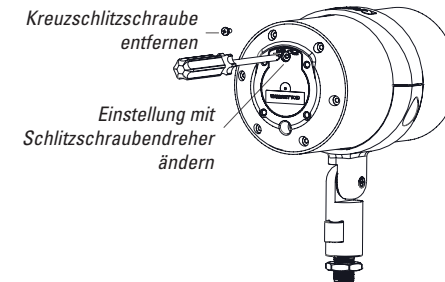

Abbildung 22
3. Der Lautsprecher L41XC wird mit einem auf 60W geregelten Transformator geliefert. Wenn eine niedrigere Leistungseinstellung verwendet werden soll, verwende einen Kreuzschlitzschraubendreher, um die schützende Kreuzschlitzschraube zu entfernen, wie in Abbildung 22 dargestellt.